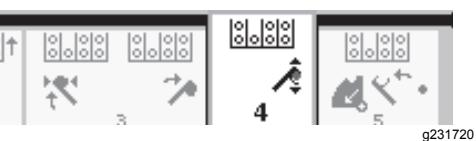

Bild 35
8. Lassen Sie den Kippschalter los, um auf den nächsten Schritt in der Folge zu gehen (Bild 35).